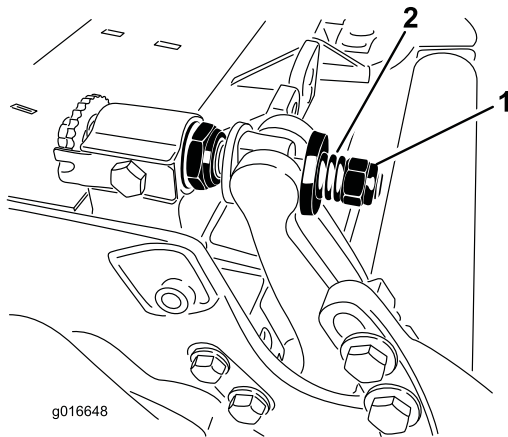

Bild 31
Untermesserträgers darf jedoch kein Spiel haben. (Bild 31).
10. Ziehen Sie die Mutter an jedem Untermesserträgereinsteller an, bis die Druckfeder ganz zusammengedrückt ist, lösen Sie die Mutter dann um eine halbe Umdrehung (Bild 31).